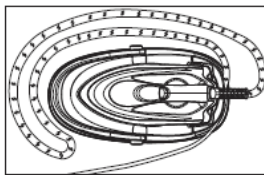
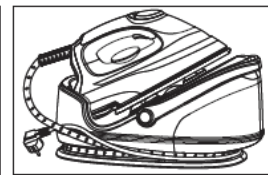

Fig.11
Fig.14
3. Coloque la plancha en la unidad base, recoja la manguera de suministro y enróllela hacia la derecha alrededor de las ranuras del cable de la unidad base. Ate el cable de alimentación y la manguera de suministro juntos, luego enrolle el cable de energía hacia la derecha alrededor de las ranuras del cordón de la unidad base, y bloquee el cable con la manguera de suministro. (Fig. 11 - Fig. 14)